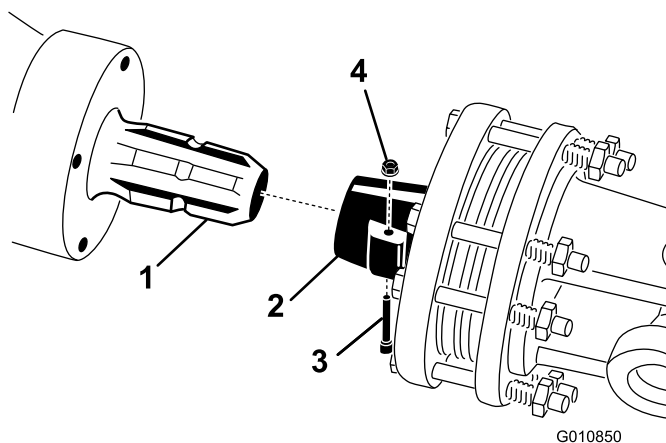

Bild 17
1. Entfernen Sie den Stift und die Mutter von der Zapfwelle (Bild 17).
2. Schließen Sie das Kupplungsende der Zapfwelle mit dem vorher entfernten Stift und der Mutter an der Eingangswelle des Aerifizierergetriebes an (Bild 17). Der Stift kann nur in einer Richtung eingesetzt werden.